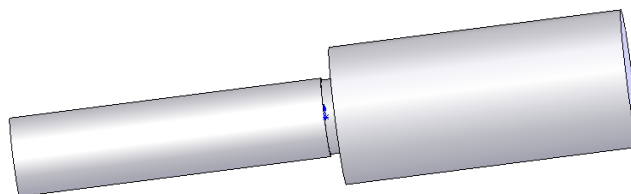

Рис. 4.2.2. Модель валу з трьома циліндричними частинами
5. Витягніть ще одну циліндричну частину валу діаметром 30, за площину ескізу візьміть крайню торцеву площину валу діаметром 19. Довжина витягування – 75 мм (рис.4.2.2).